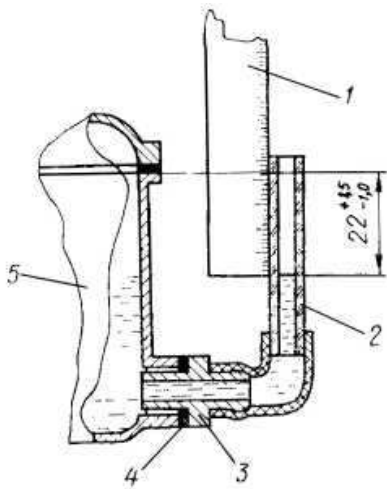

Рис. 102. Проверка уровня топлива в поплавковой камере карбюратора:
Проверка уровня топлива в поплавковой камере карбюратора. Вариантом проверки уровня топлива в поплавковой камере карбюратора может быть способ, показанный на рис. 102.
- завинтите на место снятой пробки штуцер 3 (рис. 102) со стеклянной трубкой 2 (внутренний диаметр трубки должен быть не менее 9 мм);